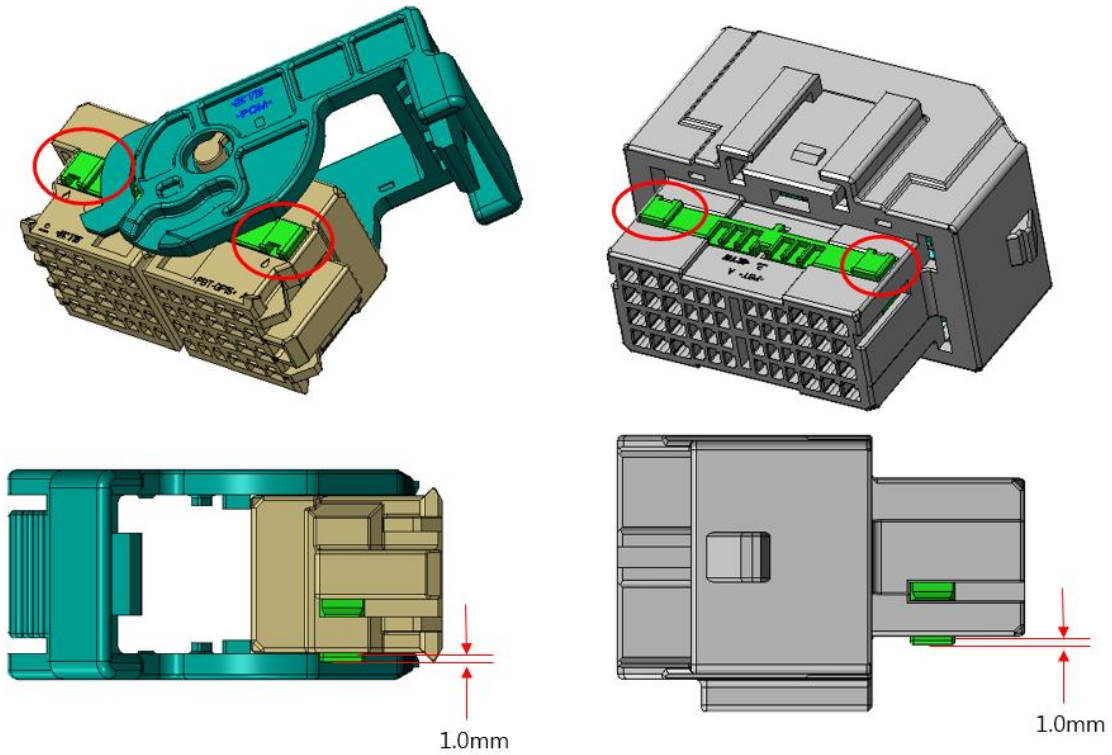
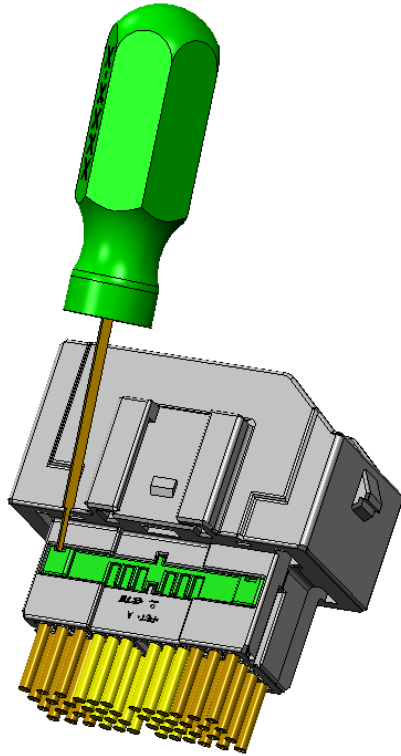

Fig. 7
Fig. 10
(1) TPA 가 Pre-lock 상태인지 확인하십시오. (Fig.7 참조) Final lock 상태일 경우에 단자가 삽입되지 않음으로 Rework 후 다시 단자를 삽입하십시오. (Fig.10 참조)
(1) 모든 Cavity 에 적절한 단자를 삽입한 후, TPA 를 하우징 안으로 끝까지 삽입하여 Final lock 상태를 완료하시오. (Fig.10 참조)
TPA 해제 방법은 Fig.10 을 참조 하라